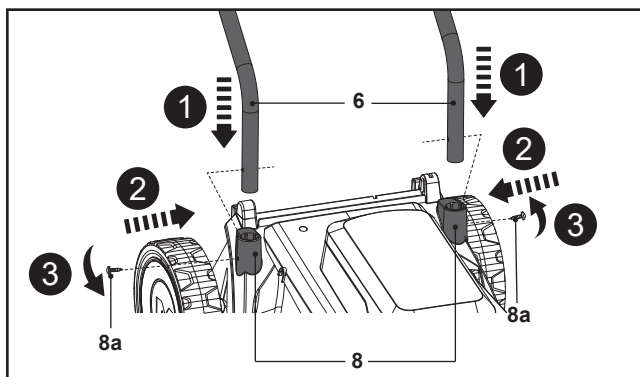

Fig. 1
2. Aligner et insérer la partie courbée du guidon inférieur (6) dans l'encoche du support de guidon (8) jusqu'en butée (Fig. 1, étape 1).
3. Aligner les trous de vis du guidon inférieur (6) et du support de guidon (8), puis fixer les connexions en tournant la vis (8a) dans le sens horaire (Fig. 1, étapes 2, 3).
4. Répéter les étapes d'assemblage ci-dessus sur l'autre guidon inférieur (6).